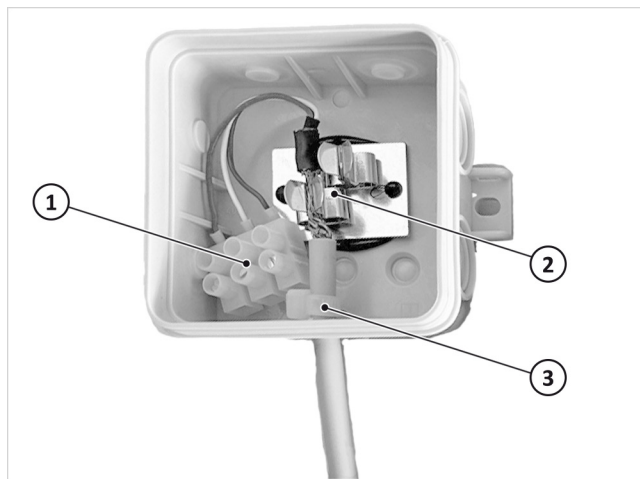

Abb. 32: Modbus-Verbindungsdose befestigen
7. Beiliegenden Kabelbinder zur Zugentlastung der Leitung zur Wärmepumpe wie in Abb. 32 (3) anlegen.